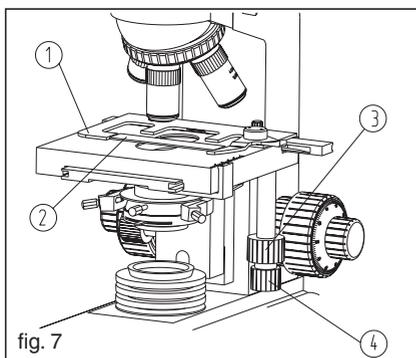

fig. 7
El práctico soporte para la muestra ① sobre la platina se utiliza para fijar los portaobjetos ②, los pomos longitudinal ③/pomos transversal ④ son coaxiales, sirven para mover la platina de forma adecuada. (Fig.7)